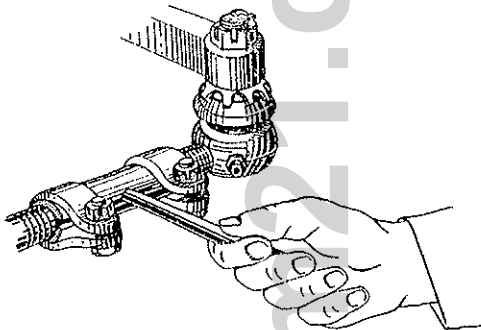

Bild 201 Berichtigung der Vorspur
2) ein Locheisen in das Loch des Stellrohres stecken und dieses drehen, bis eine Vorspur von 1,5—3,0 mm (Bild 201) erzeugt wird;